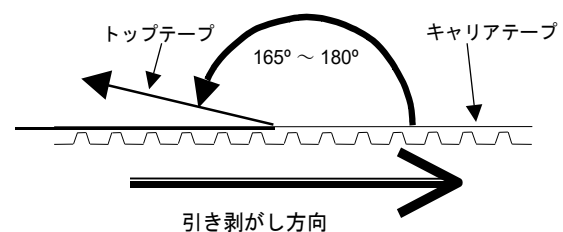

図9 剥離強度の試験条件
- また、キャリアテープとトップテープの剥離強度は、図9に示す条件で0.1N (10gf) ~ 1.0N (100gf)です。